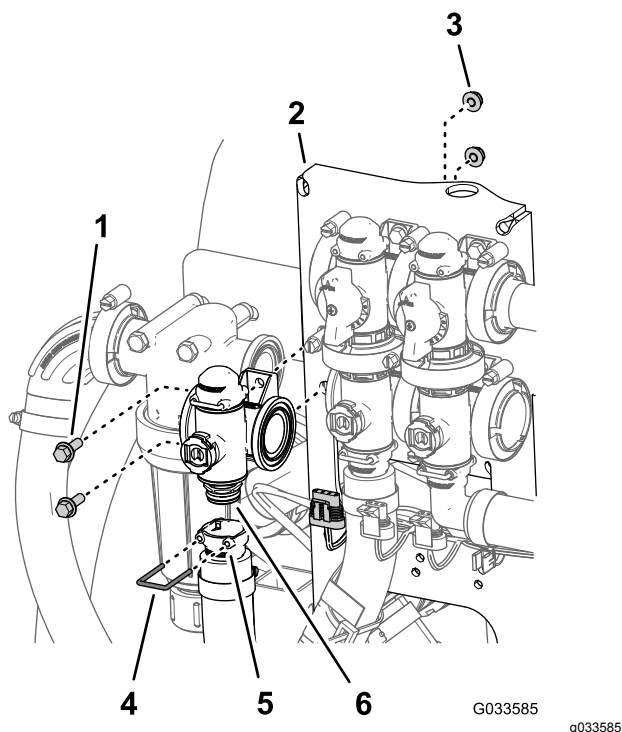

図 114
2. 散布量制御バルブ用のマニホールドカップリングに出口フィッティングを固定しているリテーナを外す 図 114。
3. 散布量制御バルブをバルブマウントに固定しているフランジヘッドボルト $\frac{1}{4} \times \frac{3}{4}$ "2本とフランジロックナット $\frac{1}{4}$ "2個を外してバルブマニホールドを機体から取り外す 図 114。